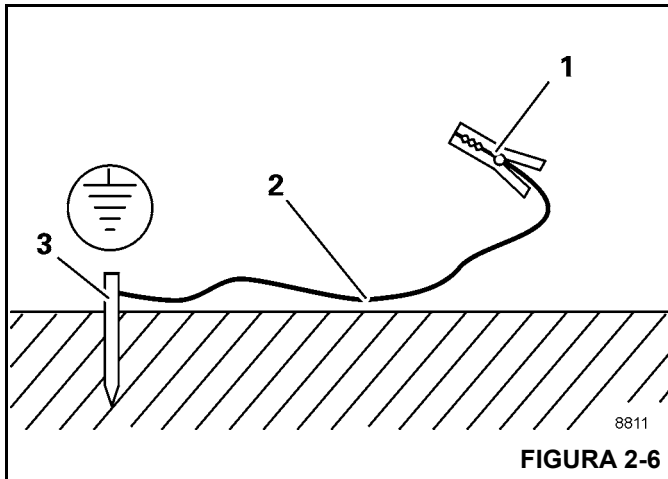

FIGURA 2-6
1. Entierre una varilla de metal (3, Figura 2-6) (de aproximadamente 2.0 m [6.6 pies] de largo) al menos 1.5 m (5 pies) en el suelo.
2. Humedezca la tierra alrededor de la varilla de metal (3) para obtener una mejor conductividad.
3. Sujete con abrazadera un cable aislado (2) a la varilla metálica (3), sección transversal de por lo menos 16 mm² (0.025 pulg²).
4. Conecte el extremo libre del cable con una abrazadera (1) a un lugar del marco que sea buen conductor eléctrico.